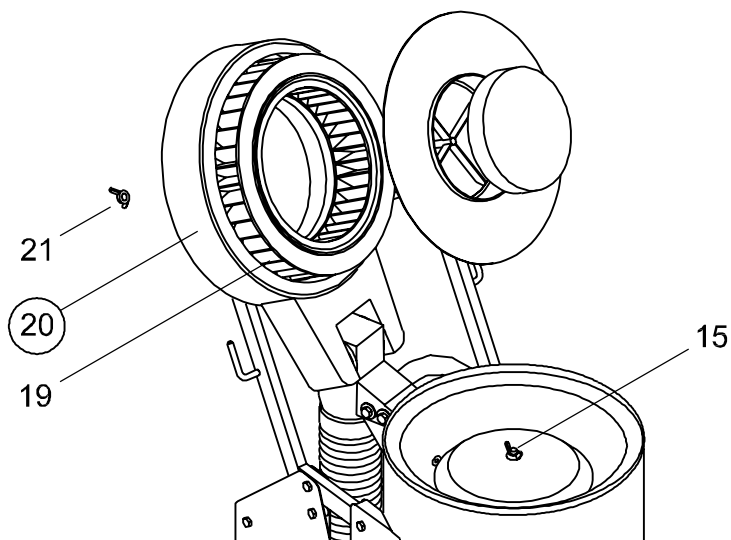

Рисунок 9. Замена фильтра тонкой очистки.
7.4. Периодически необходимо очищать или заменять фильтр тонкой очистки 19. Частота зависит от характера убираемой пыли. При очень мелкой, например, цементной пыли, это необходимо делать после опорожнения каждых 10 бункеров (Рисунок 9).